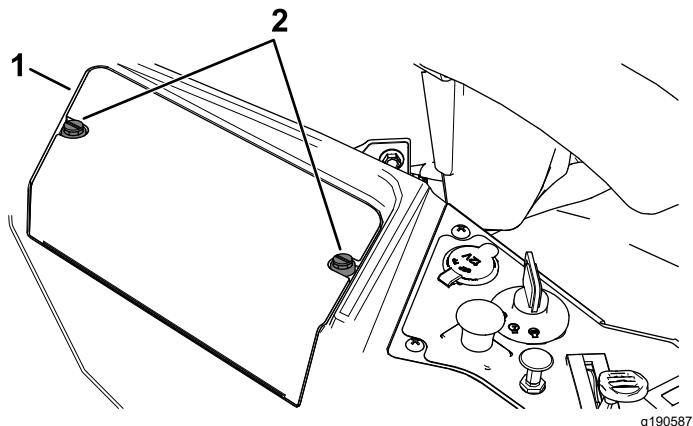

Figure 46
- Desserrez les 2 fixations sur le couvercle de la batterie en les tournant de un quart de tour dans le sens antihoraire, et déposez le couvercle (Figure 46).
6. Reposez le couvercle de la batterie en appuyant dessus et en serrant les 2 fixations dans le sens horaire (Figure 46).